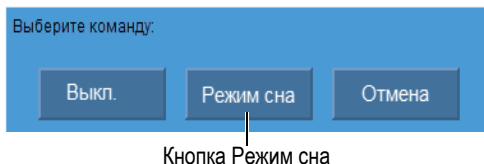

Рис. 3-3 Выбор режима сна
2. Выберите **Выкл.** (см. Рис. 3-3 на стр. 39).
Появится сообщение «Выберите команду» (см. Рис. 3-3 на стр. 39).